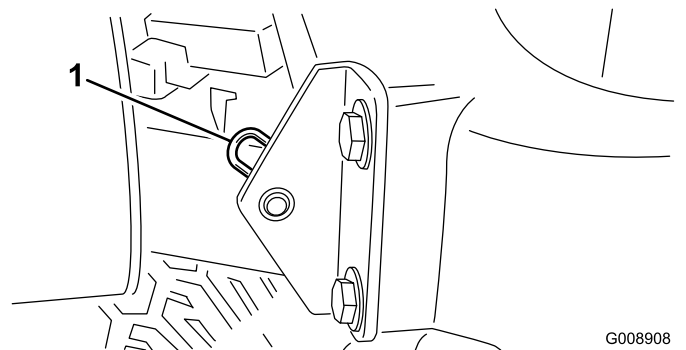

Figura 43
- Retire el pasador que fija el pivote del capó a los soportes (Figura 43).